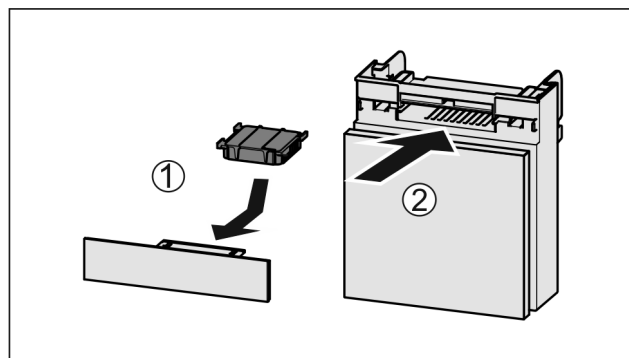

Fig. 156
- ▶ 按图装入 Fig. 156 (1) 活性炭过滤器。
- ▶ 推入 Fig. 156 (2) 抽屉。